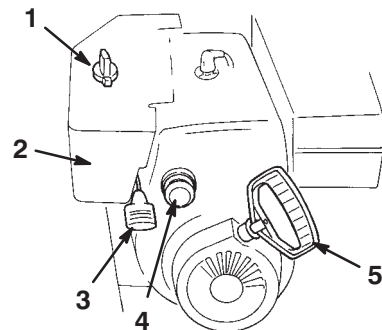

Figure 14
- **Starter** (Fig. 14)—Pour mettre en marche un moteur froid, tournez la commande de starter en position  (Max). À mesure que le moteur se réchauffe, tournez progressivement le starter à la position Off (hors service).
- **Clé de contact** (Fig. 14)—Insérez la clé dans le commutateur d'allumage avant de mettre le moteur en marche. Pour couper le moteur, retirez la clé de contact.
- **Commande d'accélérateur** (Fig. 14)—Déplacez la manette vers le haut pour augmenter le régime du moteur, ou vers le bas pour le réduire. Réglez la manette d'accélérateur en position d'Arrêt pour arrêter le moteur.
- **Amorceur** (Fig. 14)—Appuyez sur l’amorceur pour envoyer une petite quantité d’essence dans le moteur afin de faciliter le démarrage par temps froid.
- **Lanceur** (Fig. 14)—Le lanceur se trouve à l’arrière du moteur. Tirez sur le lanceur pour mettre le moteur en marche.
2. Retirez la clé de contact du commutateur d’allumage (Fig. 14).
3. Enlevez le bouton de starter (Fig. 14).
2. Réglez la manette d'accélérateur en position *régime maximum* (Fig. 14).
5. Tournez le starter en position *On* (en service) (Fig. 14).
6. Insérez la clé de contact (Fig. 14).
7. Couvrez l'orifice central de l'amorceur (Fig. 14) avec le pouce et appuyez lentement sur l'amorceur à trois reprises, en marquant une pause à chaque fois.
8. Prenez la poignée du lanceur (Fig. 14) et tirez-la lentement jusqu'à ce que vous sentiez une résistance, puis tirez vigoureusement pour lancer le moteur.
10. Dès que le moteur a démarré, tournez le starter (Fig. 14) à la position 3/4. A mesure que le moteur se réchauffe, tournez le starter à la position 1/2. Quand le moteur est suffisamment chaud, tournez le starter à la position *Off* (hors service).